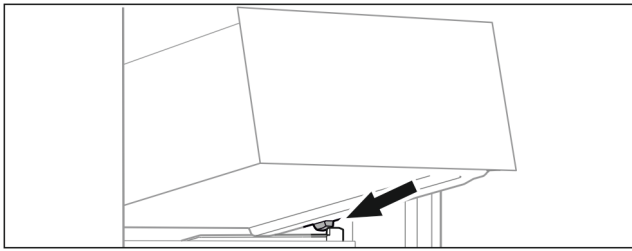

Fig. 82
- ▶ Поставете чекмеджето под ъгъл зад ограничителите върху ребро на съда. (виж Fig. 82)